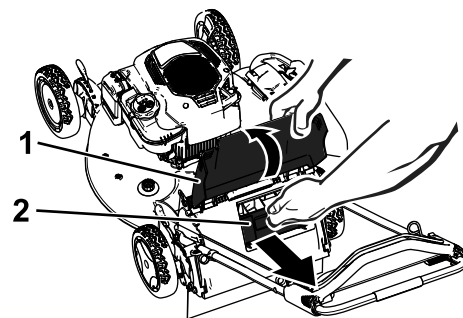

Figura 23
2. Alzate lo sportello posteriore e tenetelo alzato (Figura 23).
3. Estraete il coperchio posteriore (Figura 23).